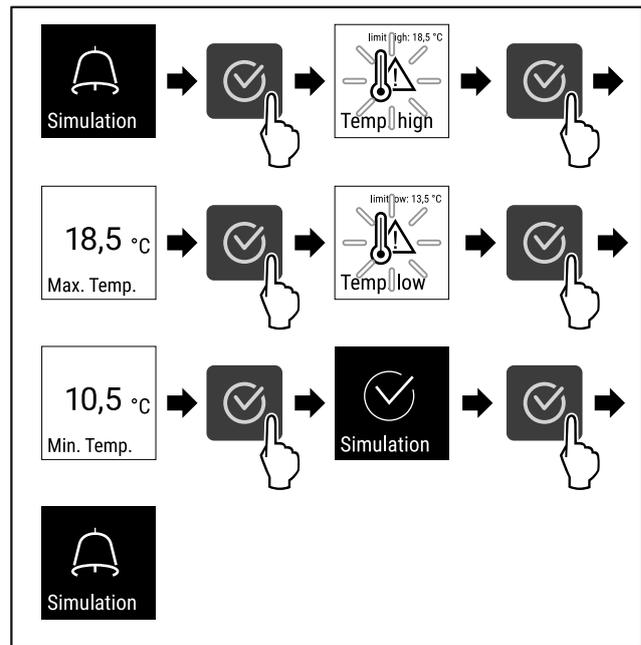

Fig. 144
- ▶ Handlungsschritte (siehe Fig. 144) durchführen.